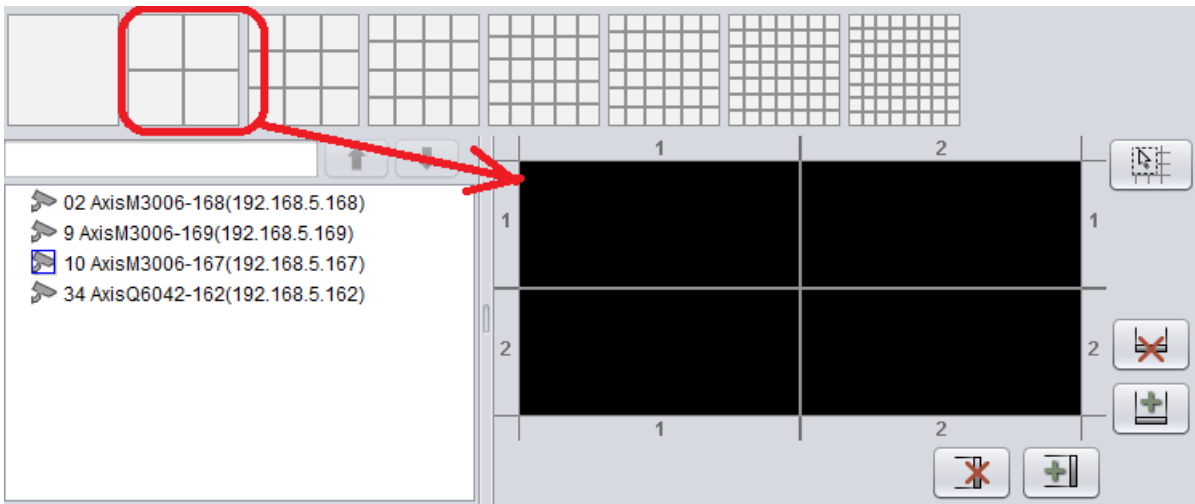
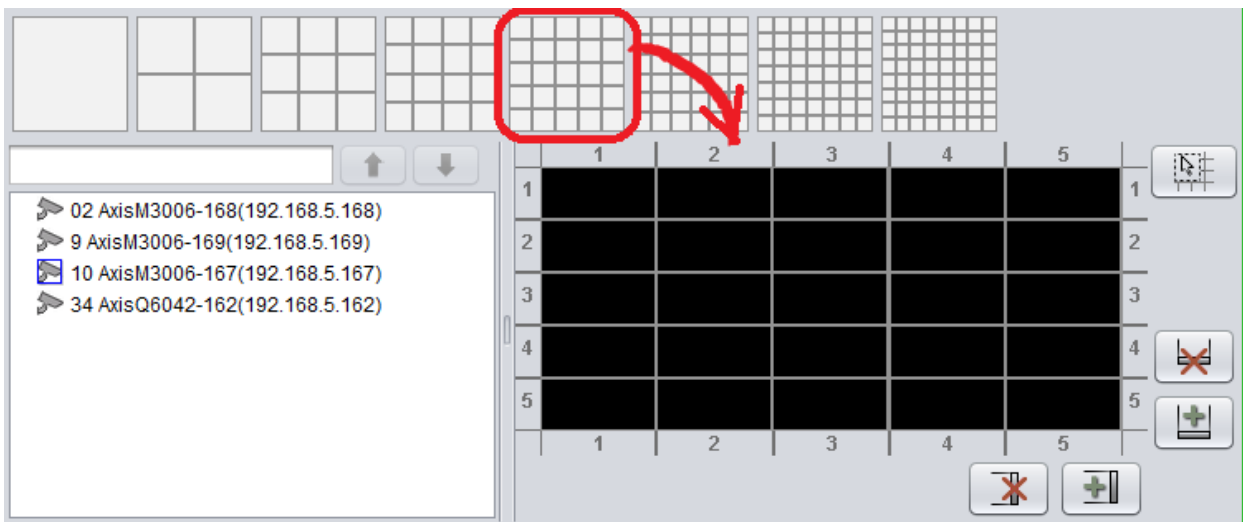

Рис. 105
Рис. 106
11.2.1. Чтобы задать раскладку видеокамер необходимо использовать кнопки поз. 2, 3, 4 и 5 (см. Рис. 104). В поле поз. 2 представлен набор стандартных раскладок для быстрого выбора подходящего варианта (примеры - Рис. 105 и Рис. 106).